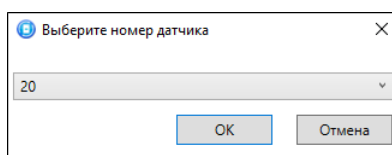
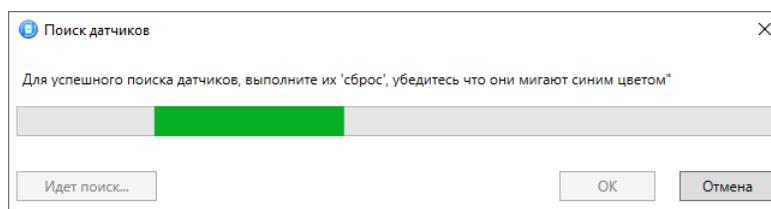

Рисунок 9.4 — Ввод номера радиоустройства
Рисунок 9.5 — Поиск радиоустройства
- В открывшемся окне выберите будущий номер радиоустройства. Вы можете оставить наименьший доступный номер, который уже указан по умолчанию, или указать любой номер, незанятый другими радиоустройствами и ШС (см. рисунок 9.4). После этого контроллер начнет поиск радиоустройства (см. рисунок 9.5).